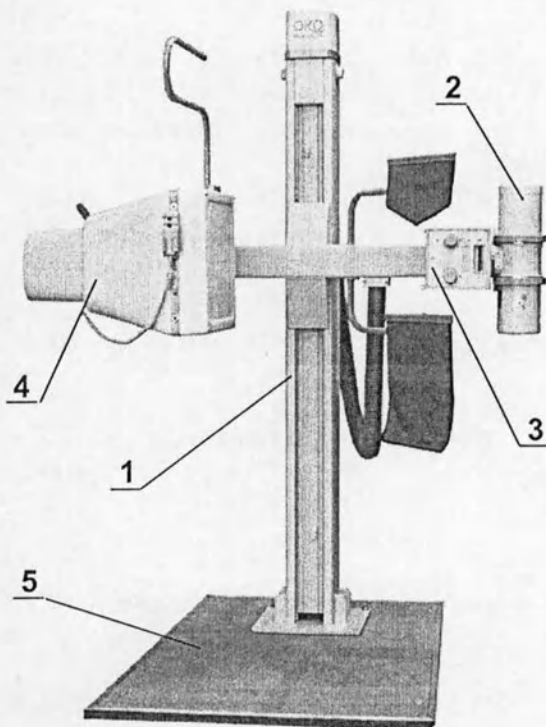

Рис. 1.6. Аппарат рентгенографический цифровой.
- вертикальный штатив (рис.1.6, поз.1);
излучатель рентгеновский (рис.1.6, поз.2);
коллиматор (рис.1.6, поз.3);
- электронно-оптический блок камеры КФЦ-«Электрон» (рис.1.6, поз.4);
По требованию заказчика, аппарат может быть установлен на фундамент или на пол (без применения плиты – рис.1.6, поз.5), а также поставляться в варианте крепления штатива аппарата к полу и стене.